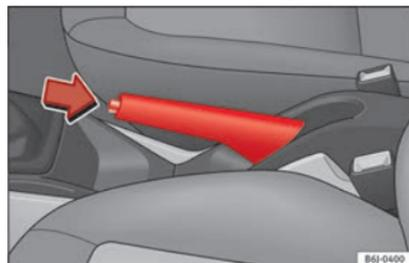

Fig. 132 Il freno a mano, ubicato tra i due sedili anteriori.
– Tirare con decisione la leva del freno a mano verso l'alto » fig. 132.
– Tenendo premuto (nella direzione indicata dalla freccia » fig. 132) il tasto di sblocco, spostare prima la leva leggermente verso l'alto e poi abbassarla del tutto » ⚠.